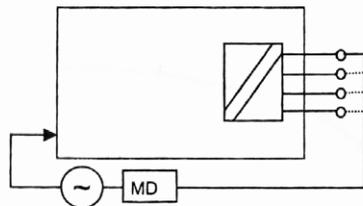

Bild 6.26: Messung des Ersatz-Patientenableitstromes bei Geräten mit interner Stromversorgung, Prinzipschaltbild
Bei Geräten mit interner Stromversorgung wird der Ersatz-Patientenableitstrom zwischen dem Gehäuse (oder berührbaren leitfähigen Teilen) und den Patientenanschlüssen jedes Anwendungsteiles gemessen, siehe Bild 6.26.
- ▶ Schließen Sie den UNITEST TELARIS 0751 mit dem Netzanschlusstecker (1) an eine funktionsfähige und ordnungsgemäß angeschlossene Schutzkontakt-Netzsteckdose an.
- ▶ Stellen Sie den Drehschalter 'Messfunktion' (15) auf die Schalterstellung 'IEPA'.
- ▶ Stellen Sie mittels der Taste LIMIT (7) den Grenzwert für den Ersatz-Patientenableitstrom ein, Grenzwert siehe Tabelle 5, Seite 49.
- ▶ Stecken Sie den Netzstecker des Prüflings in die Prüfsteckdose (3), siehe Bild 6.26.
- ▶ Drücken Sie die Taste "Start" (9). Das blinkende Symbol für die Messeinheit im Display signalisiert den aktuellen Messvorgang.
- ▶ Lesen Sie den Messwert von der LC-Anzeige (6) ab. Das Symbol 'LIMIT' (21) zeigt bei eingeschalteter Grenzwertanzeige eine Unterschreitung des Grenzwertes an.
-  Die Messergebnisse können durch Drücken der Taste Speichern (10) abgespeichert werden. Hinweise zu Speichern von Messwerten siehe Abschnitt 7.1 und 7.2.